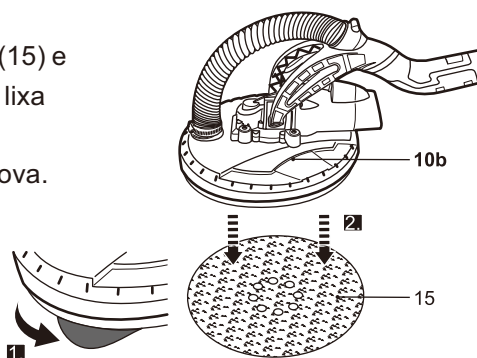

Fig. 6
> Segure a extremidade da folha de lixa (15) e puxe-a para fora para retirar a folha de lixa da placa base (10b) (Fig. 6).